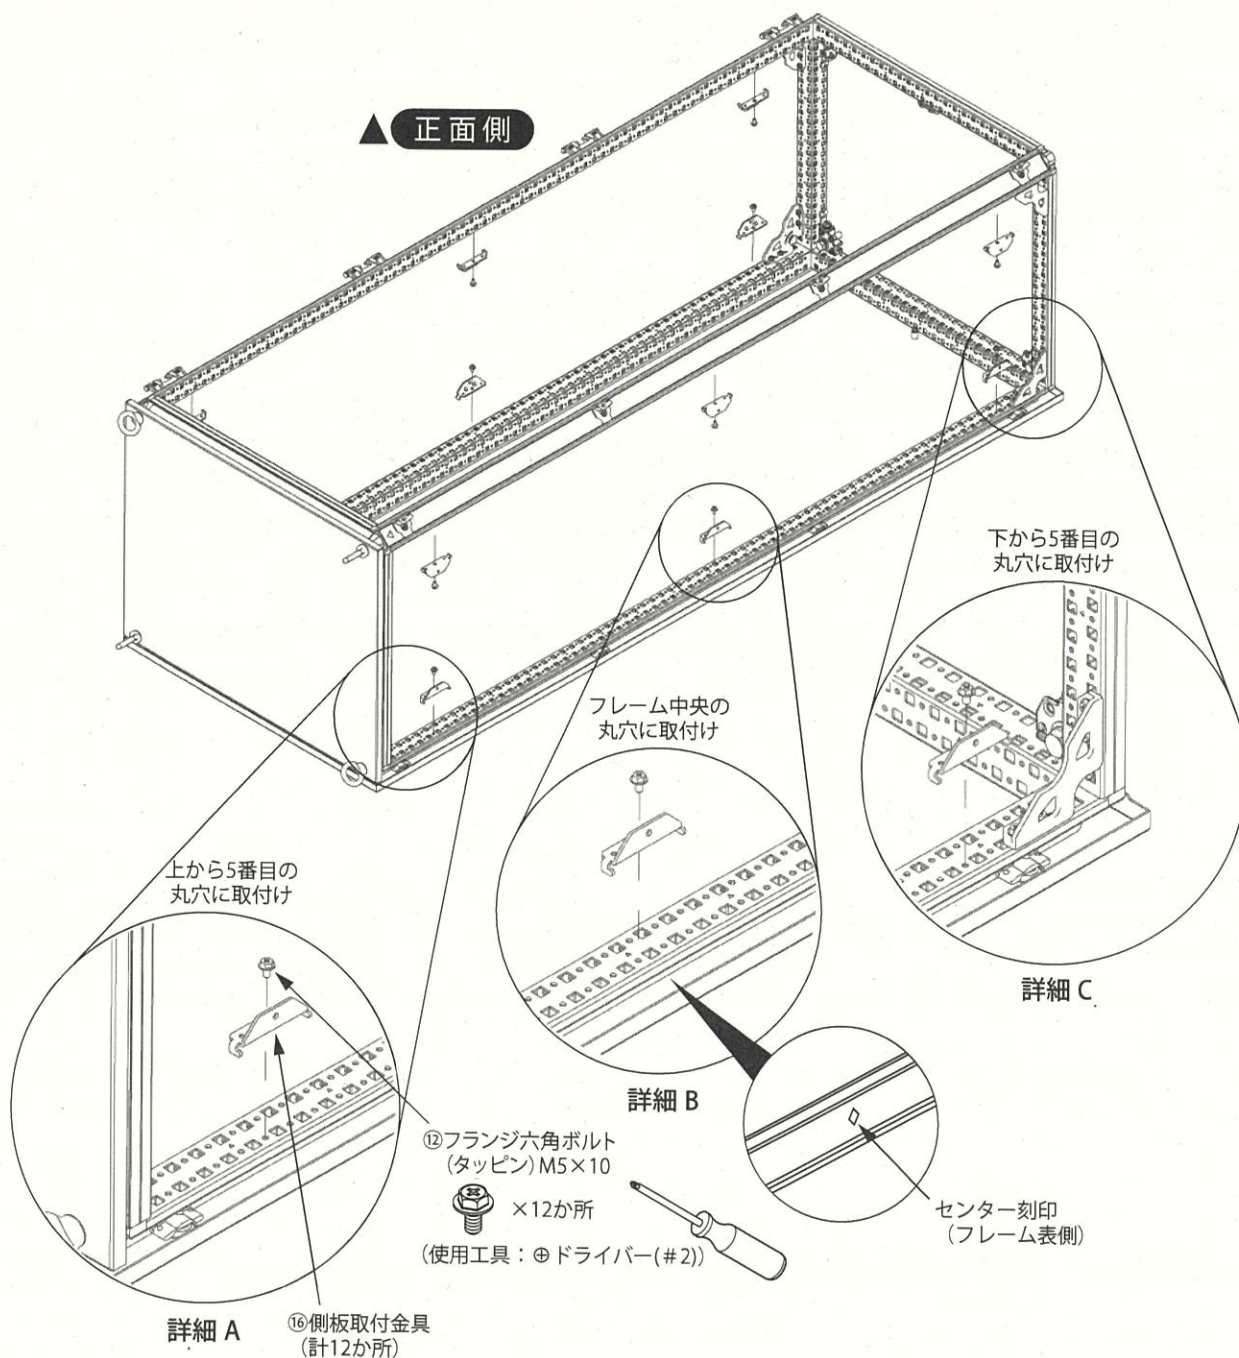

図 8
- (1) キャビネットを寝かせたまま、フレームタテの側面側に側板取付金具 12 か所を取付けます。フレームタテ 1 本につき、上 (外側穴配列の上から 5 番目の丸穴)、真中 (同配列のちょうど真中)、下 (同配列の下から 5 番目の丸穴) の 3 か所に取付けます。(図 8 詳細 A、B、C)